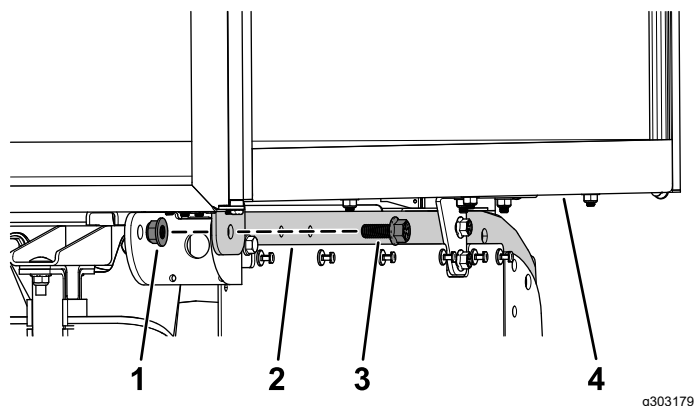

Рисунок 8
3. Прикрепите заднюю часть технологического кузова-фургона к задней стороне труб рамы с помощью болта с фланцевой головкой ($\frac{1}{2} \times 1\frac{1}{4}$ дюйма) и фланцевой гайки ($\frac{1}{2}$ дюйма) на каждой стороне (**Рисунок 8**).